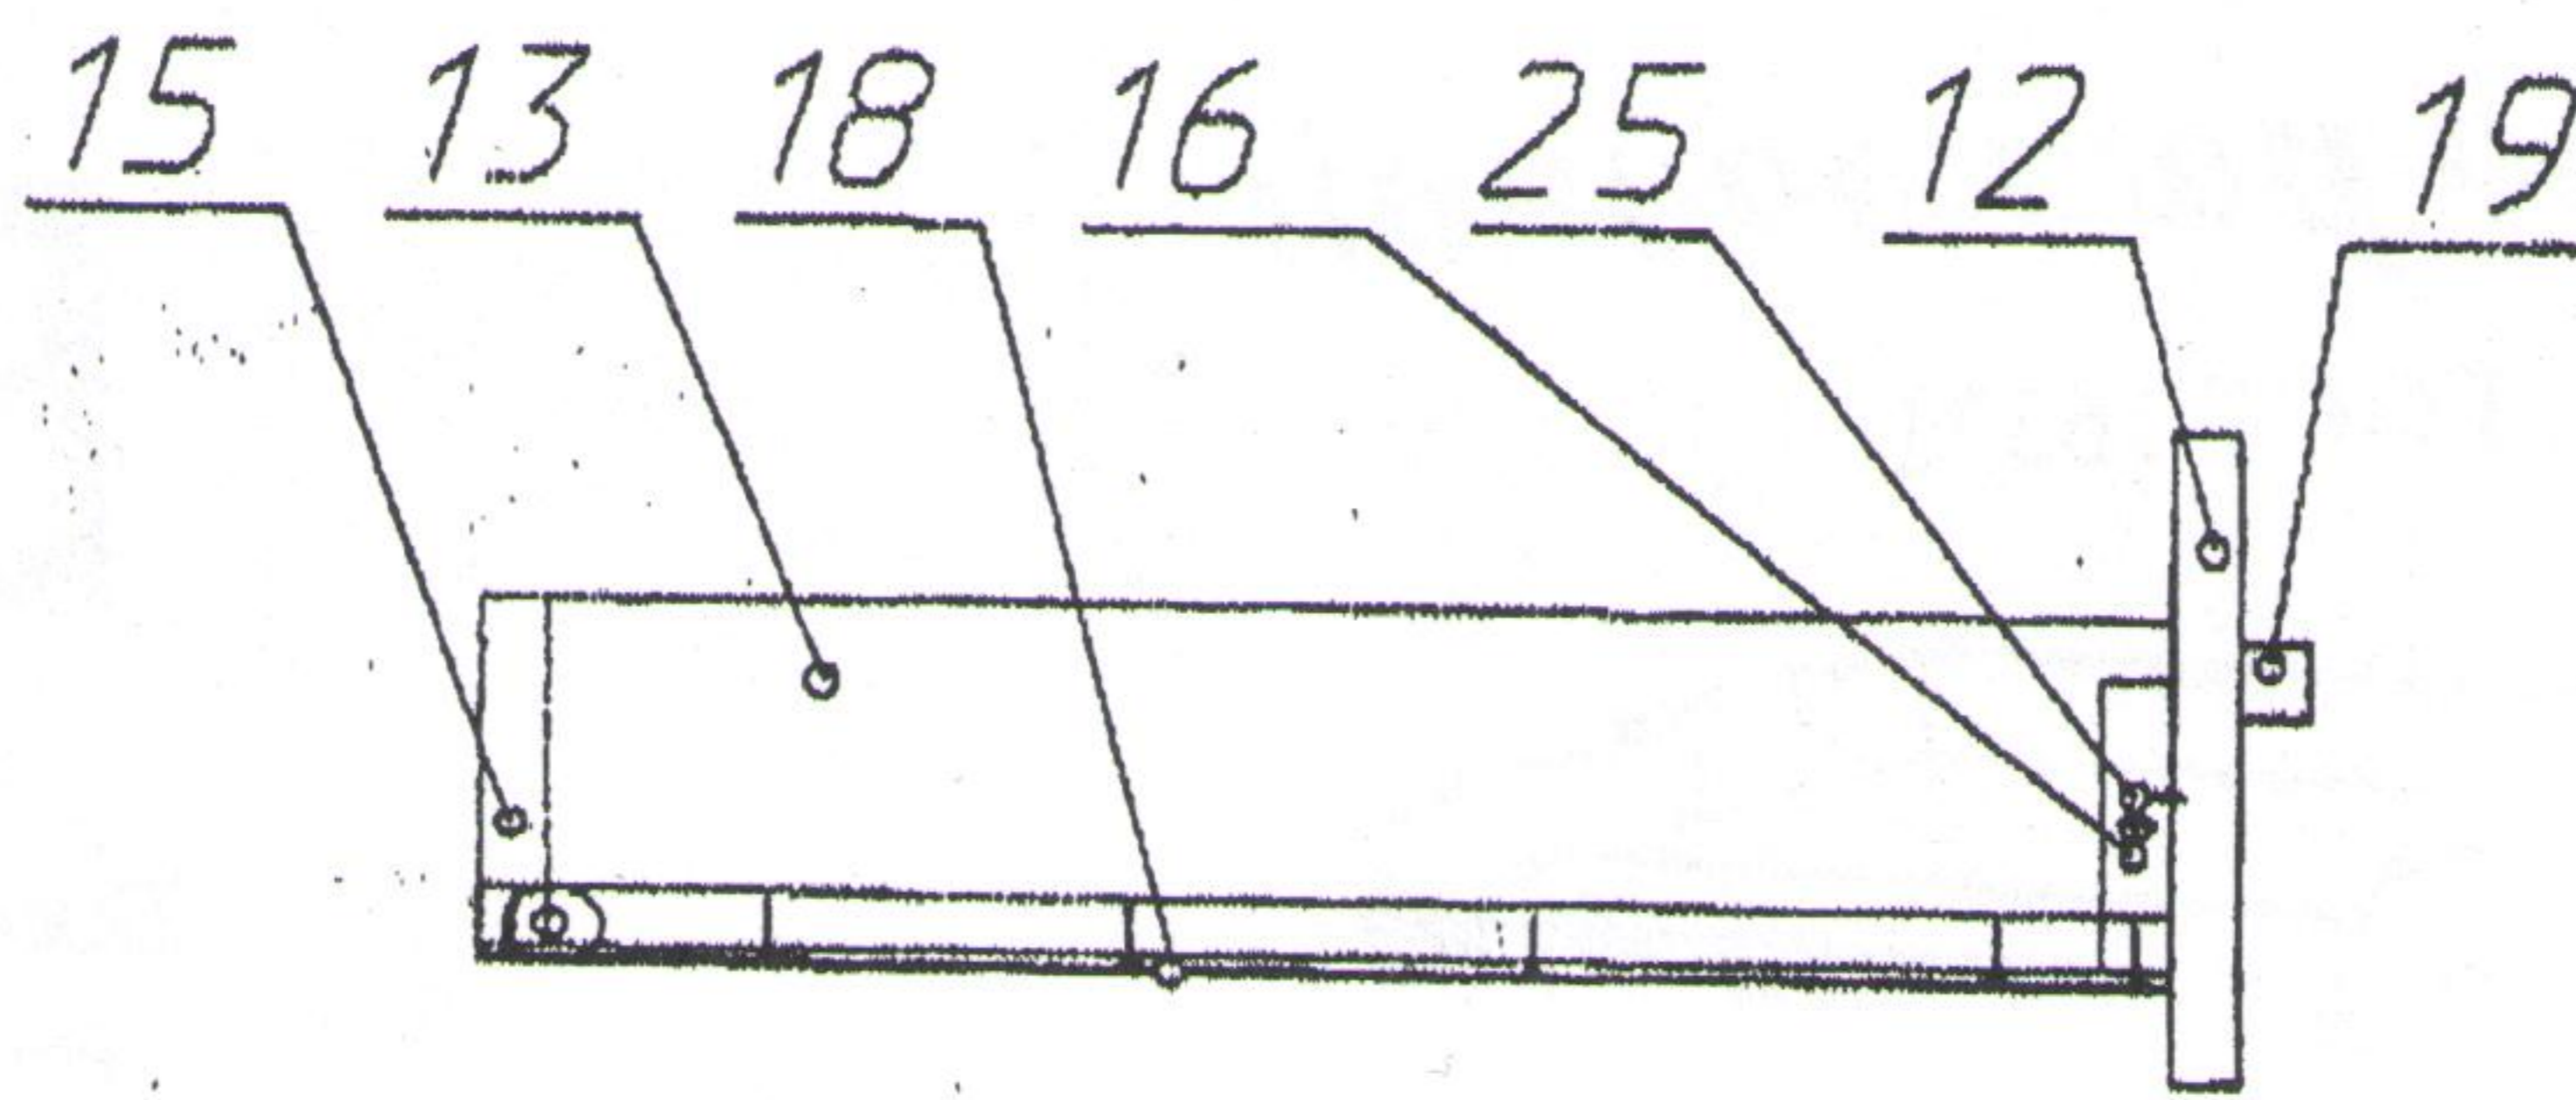

Рис. 2
3. На полученный каркас ящика закрепить с помощью гвоздей дно (поз. 14), так чтобы диагонали каркаса были одинаковыми, не допускается выступание доньшка за передний край лицевой панели (поз. 16) рис. 2.